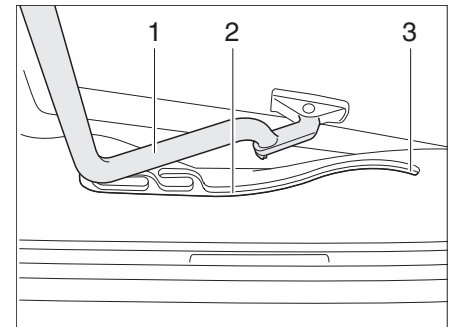

Bild 30 Kipp-Dachhaube, Führung
- Den Bügel (Bild 30,1) in den Führungen (Bild 30,2) bis in die hinterste Position (Bild 30,3) ziehen.
- Den Bügel (Bild 30,1) mit beiden Händen leicht nach oben drücken.
- Den Bügel in den Führungen (Bild 30,2) bis zur gewünschten Stellung ziehen.